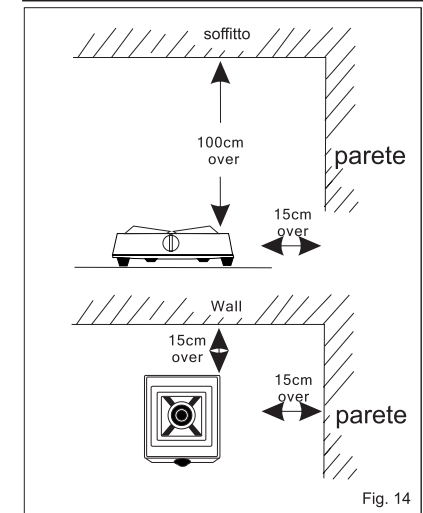

Fig. 14
- Il fornello deve essere posto su una superficie piana, solida e stabile. L'apparecchio richiede di lasciare abbastanza spazio e aria intorno ad esso. Lasciare almeno 15 cm di spazio sui lati del fornello e 100 cm al di sopra di esso (Fig. 14). Se lo spazio è inferiore a 15 cm dalle parti infiammabili dovete fornire una barriera di isolamento termico. Inoltre tenere lontano dal fornello a gas, carta, olio e altri oggetti infiammabili.